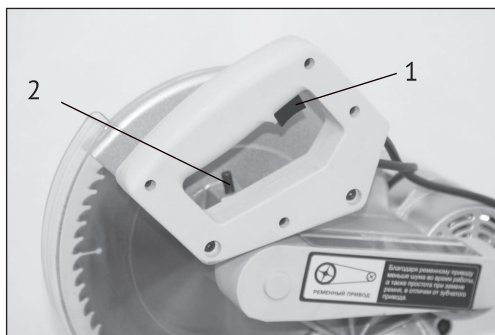
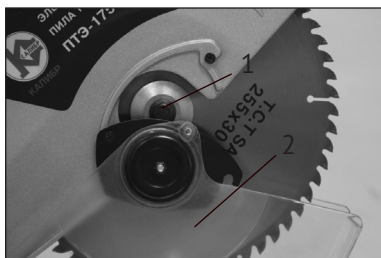

рис.2
рис.5
- включение/выключение пилы осуществляется нажатием на кнопку выключателя (рис.2 поз.1). Подвижной защитный кожух будет подниматься автоматически по мере опускания режущего блока.
- отведите подвижный защитный кожух (рис.5 поз.2) вверх до упора, чтобы иметь свободный доступ к шпинделю (рис.5 поз.1). Заблокируйте вращение шпинделя нажатием кнопки фиксации, расположенной на корпусе редуктора (рис.2 поз.2);